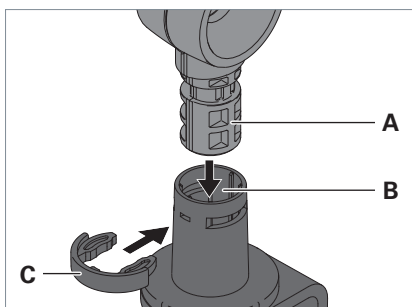

Fig. 4: Leuchte an Tischklemme montieren.
- Stecken Sie den Zapfen **A** am Gestänge der Leuchte in die Öffnung **B** der Tischklemme, siehe Fig. 4.